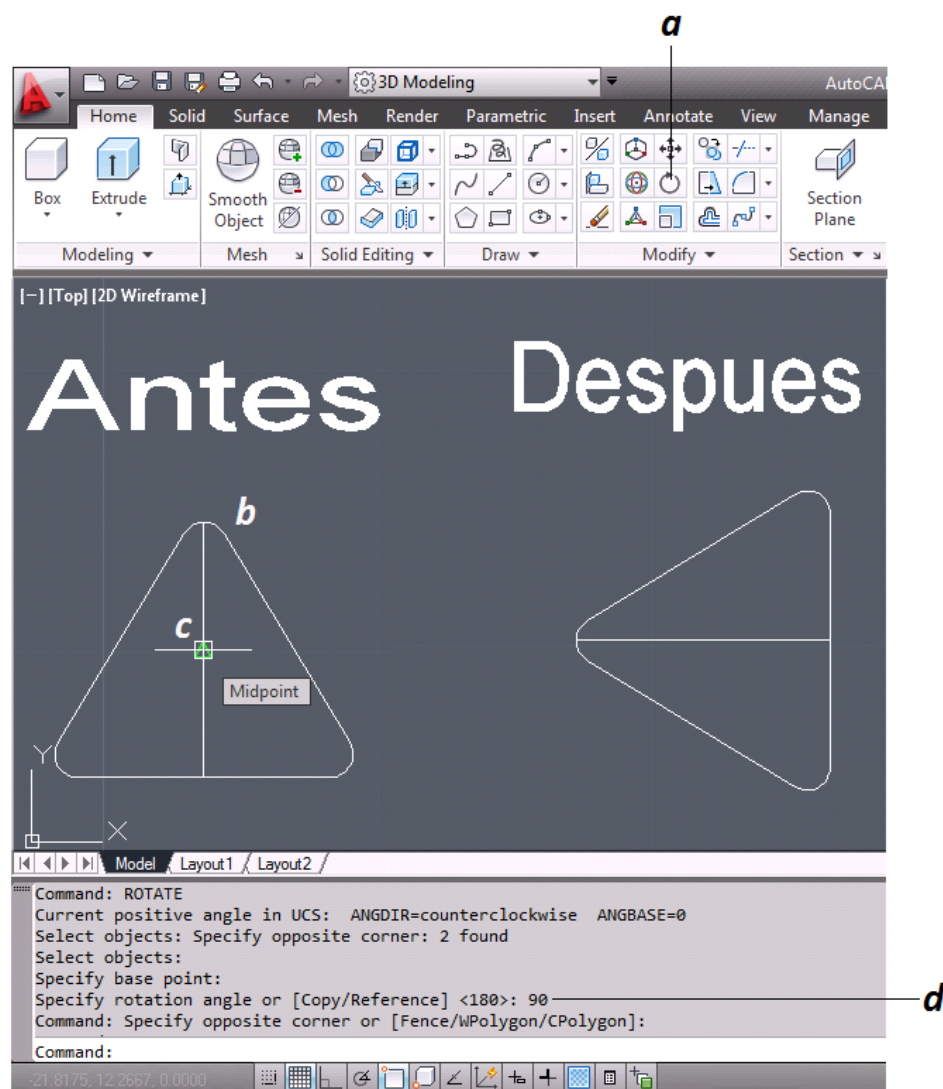

Figura 3.37 Modificación de Entidades “Girar”
- Se selecciona el comando Girar (*figura 3.37*).
- Se seleccionan las entidades a girar y se da enter (*figura 3.37*).
- Se selecciona el punto que servirá como punto de origen de la rotación (*figura 3.37*).
- Se selecciona el ángulo que se desea mover el elemento en este caso es 90 (*figura 3.37*), y se da enter, o en su defecto con el cursor se selecciona el grado de giro deseado.